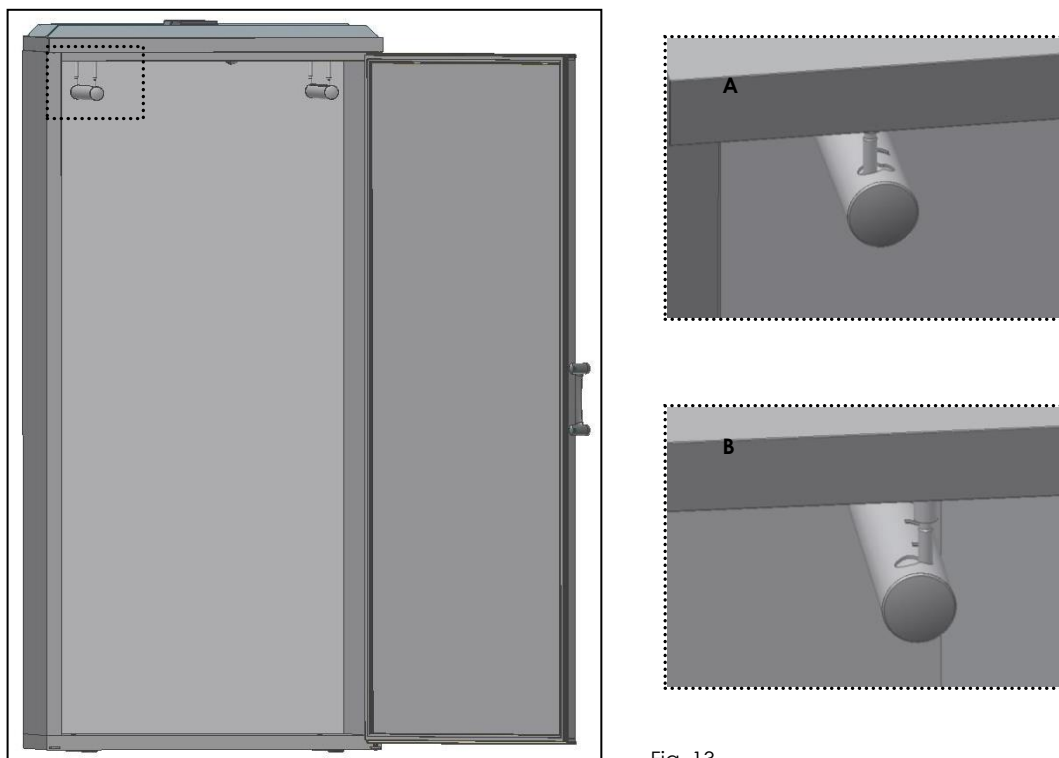

Fig. 13
- Inserire i **tubi laterali** nei supporti (A) e girare nella posizione definitiva (B) (Fig.13);